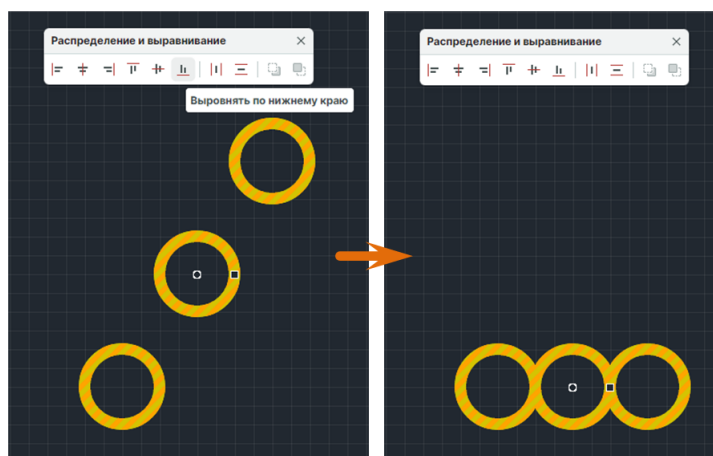

Рис. 298 Выравнивание по нижнему краю
2. На панели «Распределение и выравнивание» выберите инструмент «Выровнять по нижнему краю», который обозначен иконкой , см. Рис. 298.